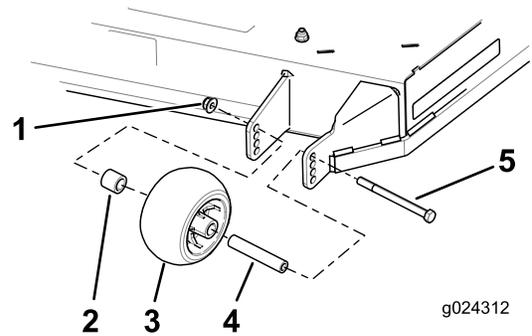

Figure 24
- Alignez le boulon et le galet anti-scalp dans le trou du support correspondant le mieux à la position de hauteur de coupe (Figure 24).
- Insérez le boulon dans le trou du support et fixez le boulon et le galet anti-scalp avec l'écrou à embase (Figure 24).
- Retirez l'écrou à embase, le galet anti-scalp et le boulon du support (Figure 24).